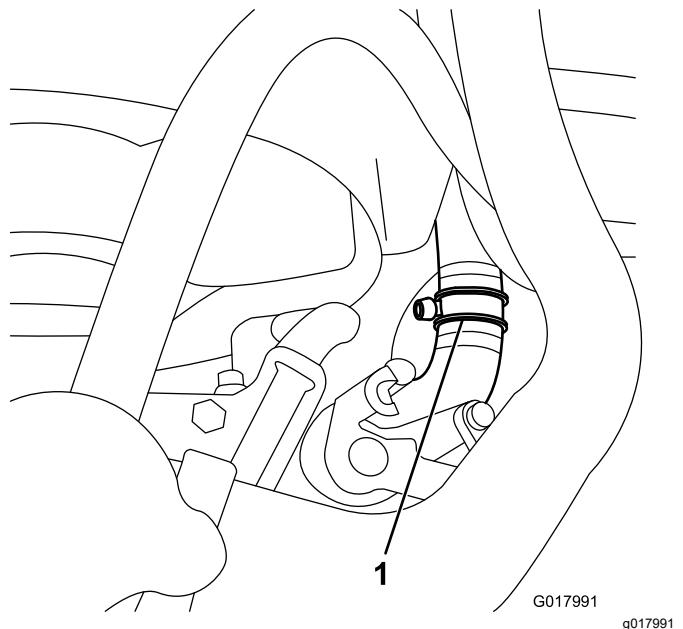

Рисунок 33
- Разрежьте нижний шланг радиатора на расстоянии примерно 54 мм от конца шланга, идущего в радиатор (Рисунок 33).
- Вставьте тройник в разрез нижнего шланга радиатора, закрепив соединение с помощью двух широких шланговых хомутов (Рисунок 33).